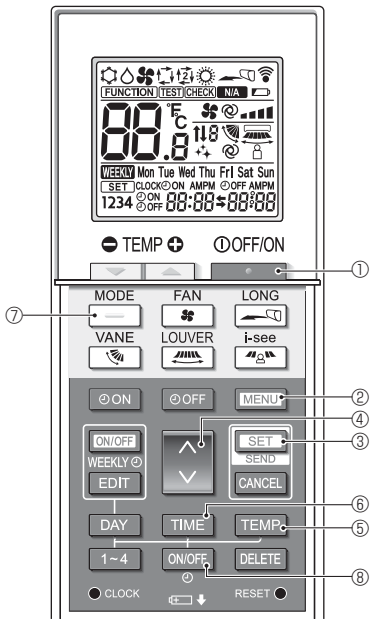
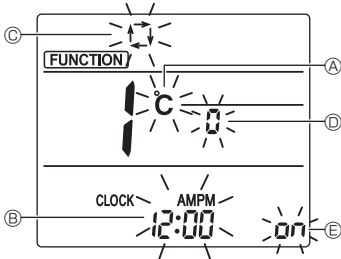
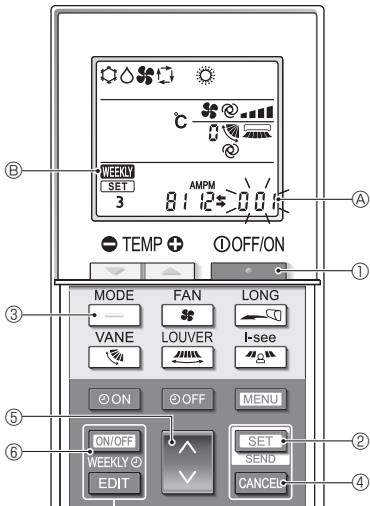

Fig. 4-10
Fig. 4-11
Fig. 4-12
- 1.Pulse el botón ① para detener el acondicionador de aire.
- 2.Pulse el botón ②.
- Se mostrará la pantalla de configuración de funciones y parpadeará el n.º de función (A). (Fig. 4-10)
- 3.Compruebe que se muestra la función N.º “1”, y luego pulse el botón ③.
- Se visualizará la pantalla de configuración de la visualización de Pantalla. (Fig. 4-11)
- Pulse el botón ④ para cambiar el n.º de función.
4.12.2. Cambiar la unidad de temperatura (Fig. 4-11 (A))
- Pulse el botón ⑤.
- Cada vez que pulse el botón ⑤, el ajuste cambiará de °C a °F.
4.12.3. Cambiar la visualización de la hora (Fig. 4-11 (B))
- Pulse el botón ⑥.
- Cada vez que pulse el botón ⑥, el ajuste cambiará de a .
4.12.4. Cambiar el modo AUTO (Fig. 4-11 (C))
- Pulse el botón ⑦.
- Cada vez que pulse el botón ⑦, el ajuste cambiará de a .
4.12.5. Cambiar el N.º de par (Fig. 4-11 (D))
- Pulse el botón ④.
- Cada vez que pulse el botón ④, cambia el N.º de par 0-3.
- Pulse el botón ⑧.
- Cada vez que pulse el botón ⑧, el ajuste cambiará de a .
- Pulse el botón ③.
- El N.º de función (A) parpadea. (Fig. 4-10)
- Pulse el botón ②.
4.12.8. Cómo desactivar el funcionamiento en modo Auto (Fig. 4-12)
- Si el temporizador semanal está activado, pulse el botón ⑥ para desactivarlo. (desaparece).
- 2.Pulse el botón ② durante 5 segundos.
- El equipo entra en el modo de ajuste de funciones. (El número de ajuste del modelo de grupo (A) parpadea).
- 3.Pulse el botón ④.
- 4.Completar los ajustes (Fig. 4-12)
- Pulse el botón ② durante 5 segundos.